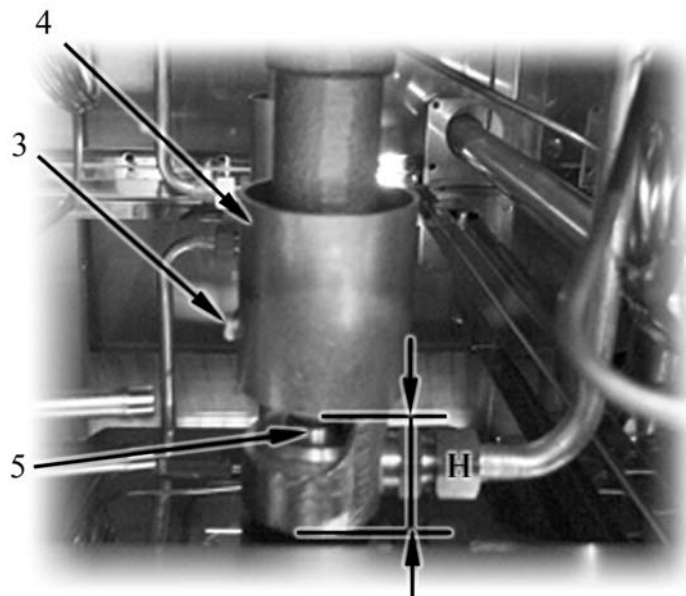

Abb. 10
- Die Befestigungsschraube (pos. 5 auf *** 'Abb. 10' on page 37 ***) des Luftreglers (pos. 2 auf *** 'Abb. 10' on page 37 ***) lösen;
- Die Düse (pos. 7) mit einem Schlüssel zu 13 lösen die geeignete Düse einsetzen (siehe dazu die Angaben in „Table 2: Eigenschaften der Brenner und Düsen“.
- den Abstand der Primärluft (pos. H auf *** 'Abb. 10' on page 37 ***) in Abhängigkeit von den Angaben „Table 2: Spezifikationen der Brenner“ einstellen.